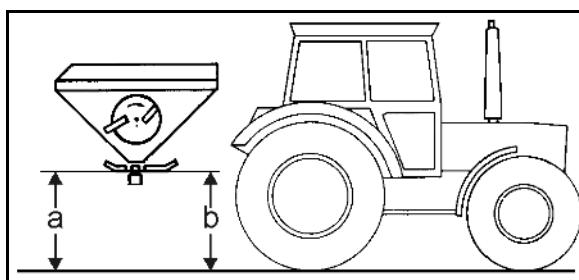

Bild 61
De korta spridarskovlarna är försedda med svängbara vingar (Bild 61/1) som går att fälla upp utan verktyg. Vingarna möjliggör sen gödsling av grödor upp till en höjd av 1 m – utan ytterligare tillbehör.
3. Sväng spridarskovlarnas svängbara vingar (Bild 61/1) till önskat läge för normal eller sen gödsling.